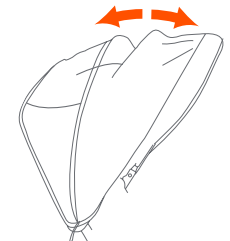

Fig. 12b
• **Para abrir la cubierta:** empuje hacia delante el borde delantero de la cubierta mientras sostiene la parte trasera de la misma en su sitio (Fig. 12b).
• **Para plegar la cubierta:** empuje hacia atrás el borde delantero (Fig. 12b).